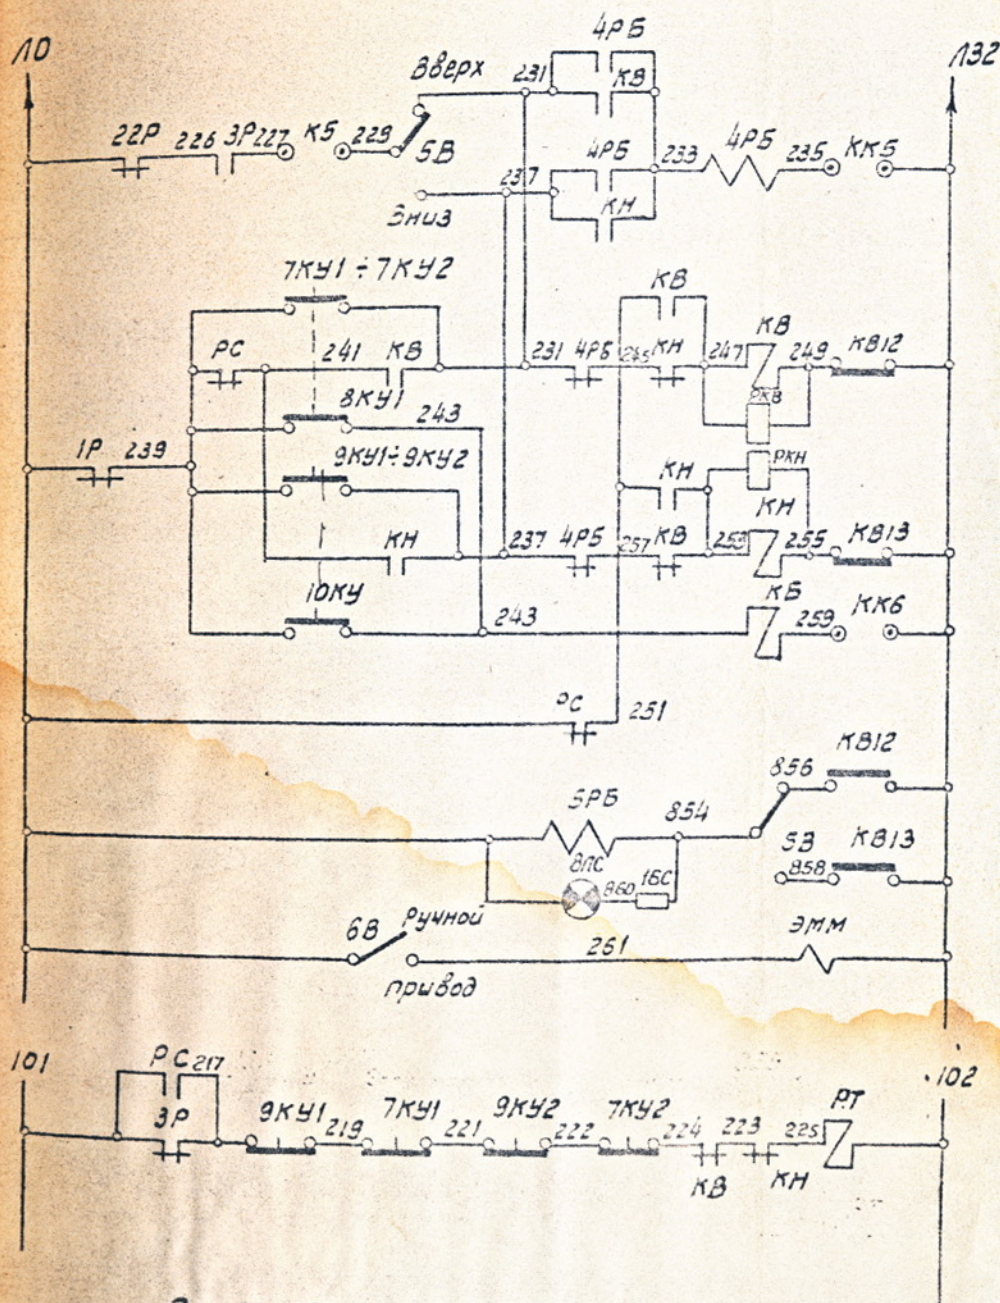

Рис. 7 Принципиальная схема
6. Блок управления приводом консоли /рис.7/,